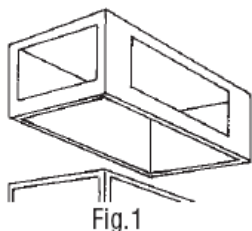

Fig.1
- de tip „plenum” prevăzut cu patru deschideri laterale reglabile direcționând fluxul de aer cald în direcția dorită. (vezi Fig. 1).
Pe de altă parte panoul de evacuare a aerului poate fi înlocuit cu grupul de tip „plenum” (Fig. 1). În acest caz, trebuie înlocuit panoul de evacuare de origine cu panoul anterior; atunci trebuie să fixați „plenum”-ul la unghiurile superioare rămase libere.